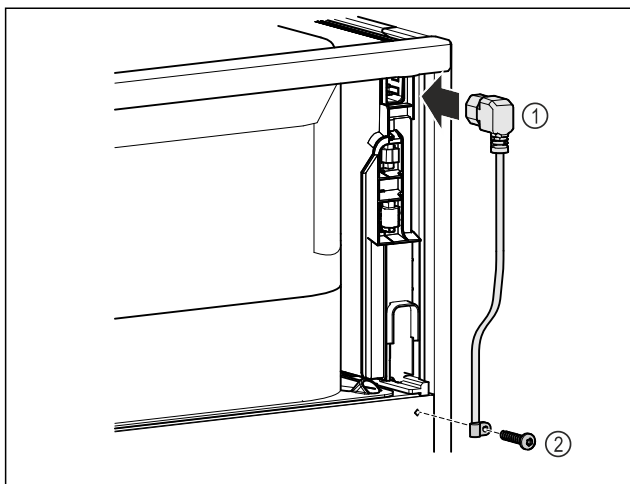

Fig. 9
- ▶ Pistke võrguühendusjuhtme Fig. 9 (1) külmutusseadme pesa seadme tagaküljel sisse.
- ▶ Monteerige tõmbetõkis. Fig. 9 (2)